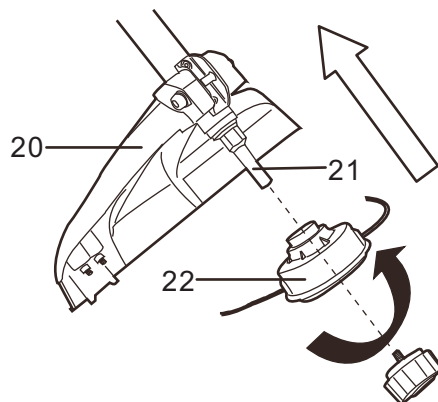

Fig.4
- > Fixez correctement le capot de protection (20).
- > Enfillez la tête de coupe (22) sur la broche (21) (fig. 4).